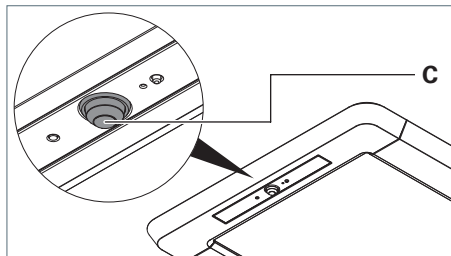
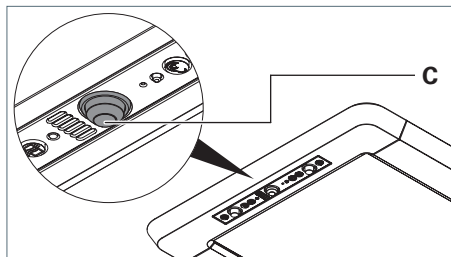

Fig. 22: Sensore PIR, versione R.
Fig. 23: Sensore PIR, versione RX.
- Posizionare la testa a sfera **C** del sensore PIR nella direzione desiderata, vedere Fig. 22 e vedere Fig. 23.